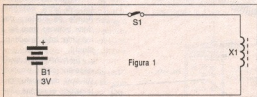

Figura 1
Na figura 1 temos o diagrama do circuito usado neste experimento.
- Evidentemente, o número de LEDs e motores podem ser aumentados, com a utilização de uma maquete com mais dependências. Na figura 1 temos o diagrama completo do aparelho que faz uso de LEDs comuns para simular as lâmpadas.